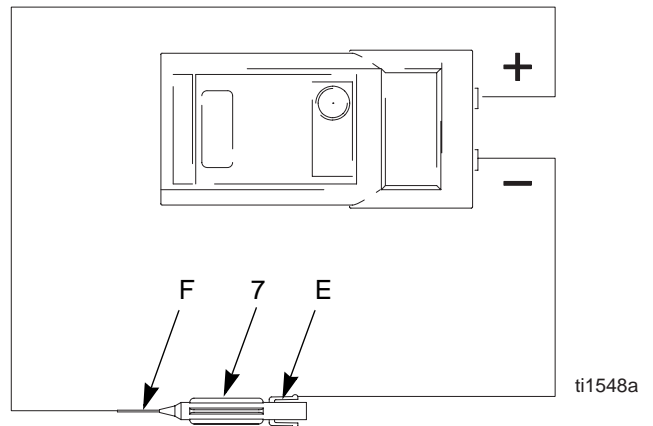

Fig. 18. Électrode
4. Démontez l'électrode (7), page 35. Mesurer la résistance entre le contact (E) et le fil d'électrode (F). La résistance devrait être de 20–30 mégohms. Si elle se situe en dehors de cette plage, remplacer l'électrode. Voir Fig. 18.